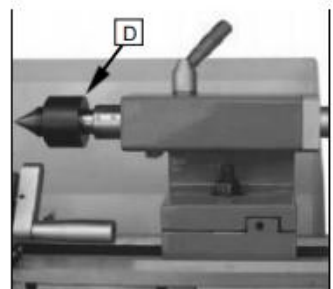

Fig. 29
5. Schrauben Sie die Mutter (D, Abb.29) aus dem Leitspindel oder die Nüsse (E, Abb.19) aus dem Quadranten Bolzen um zu
Der live Center Ist montiert In Ball Lager. Seine Verwendung ist sehr empfehlenswert für Drehen bei Geschwindigkeiten über 600 U/min. (Abb.29)